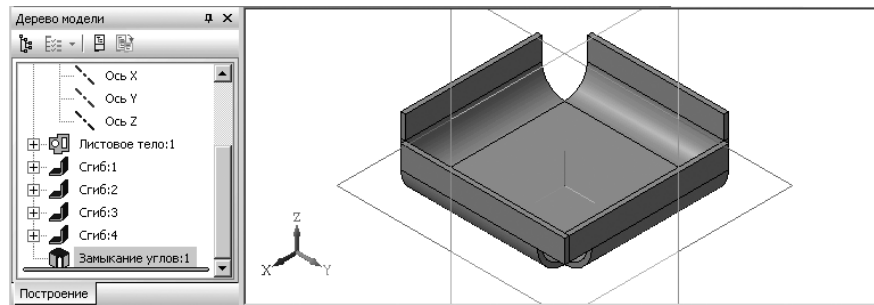

Рис. 7.68. Листовая деталь с замкнутым смежным углом с перекрытием
- щелкните на **Специальной панели управления** по кнопке  **Создать объект**. Произойдет замыкание угла с перекрытием (рис. 7.68).